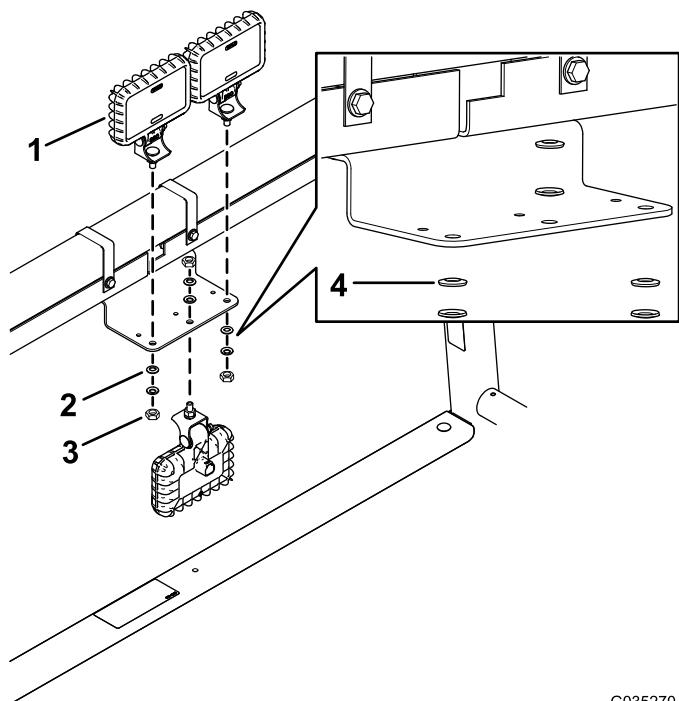

図5
3. LED ワークライト3個を、ブラケットに取り付けるフランジナット (3個LED ライトにつき) で取り付け済みとスプリングワッシャ6枚を使用する (図5)。
注 各スプリングワッシャは、膨らんでいる側がフランジナットを向くように、図5に示すように取り付けてください。